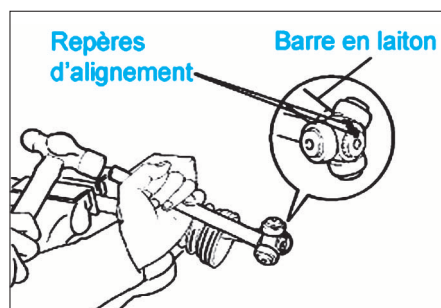

FIG. 11
- Tracer un repère d'alignement sur le tripode et l'arbre de transmission (Fig.11).
- À l'aide d'une barre en laiton et d'un marteau, frapper sur le tripode pour le déposer (Fig.11).
- Aligner les repères et reposer le tripode sur l'arbre (Fig.11).